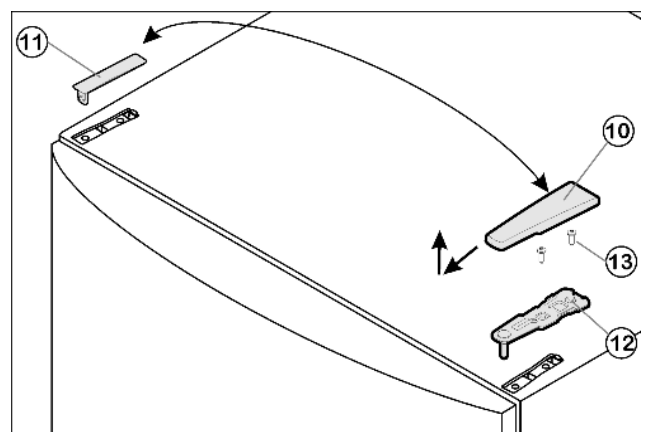

Fig. 4
- Tirer le cache Fig. 4 (10) vers l'avant et l'enlever par le haut.
- Retirer le cache Fig. 4 (11).
- Dévisser la charnière supérieure Fig. 4 (12) (2 x vis Torx 25) Fig. 4 (13) et l'enlever par le haut.
- ▶ Placer le support d'appui supérieur Fig. 4 (12) sur le nouveau côté charnière dans la porte.
- ▶ Visser le support d'appui supérieur Fig. 4 (12) (2 x vis Torx 25) Fig. 4 (13). Pointer les trous de vissage ou avoir recours à une visseuse sans fil.
- ▶ Faire encliqueter le cache Fig. 4 (10) et le cache Fig. 4 (11) du côté opposé.